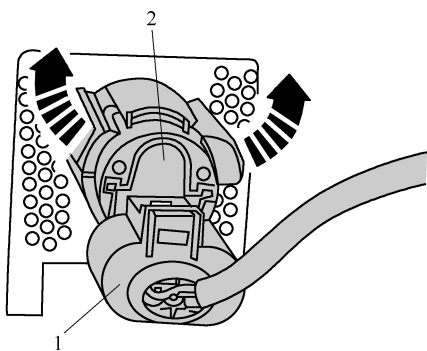
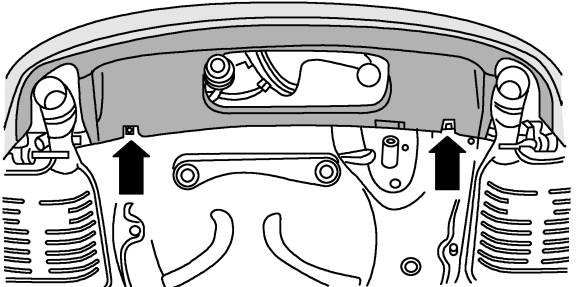

图 11-2-12 脱开传感器上的电气插接器
图 11-2-14 旋出螺栓
(4) 如图 11-2-12 所示，脱开传感器上的电气插接器 1。将两个定位凸缘推向一侧(见箭头)，并将传感器 2 从外向内推入。
(1) 旋出螺栓，如图 11-2-14 箭头所示。
(2) 抓住保险杠覆面后部。
(3) 如图 11-2-12 所示，脱开传感器上的电气插接器 1。将两个定位凸缘推向一侧（见箭头），并将传感器 2 从外向内推入。